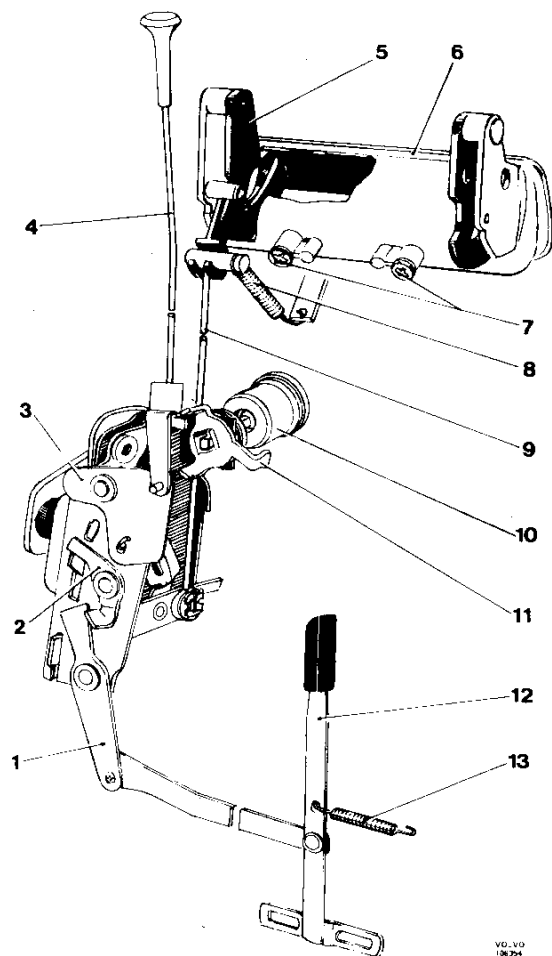

Abb. 19 Türschloß, Vordertür (spät. Ausf.)
3. Türscheibe so weit herunterkurbeln, bis sich das Loch in der Scheibenschiene genau vor der vorderen Befestigungsschraube (7, Abb. 19) befindet. Befestigungsschraube lösen.
5. Rückholfeder (8) aushaken und den versenkten Schalengriff als komplette Einheit aus der Tür herausnehmen.
1. Schalengriff in der Tür versenken und gleichzeitig die Zugstange (9, Abb. 19) in die Hubklaue des Türgriffes einhängen.
2. Befestigungsschrauben (7) eindrehen und festziehen. Die vordere Befestigungsschraube wird durch das Loch in der Scheibenschiene geschraubt.
3. Länge der Zugstange (9) so einstellen, daß die Zugstangenöse leicht auf den Zapfen am Betätigungshebel gleitet.
4. Rückholfeder (8) einhaken und Funktion des Türaußengriffes überprüfen.